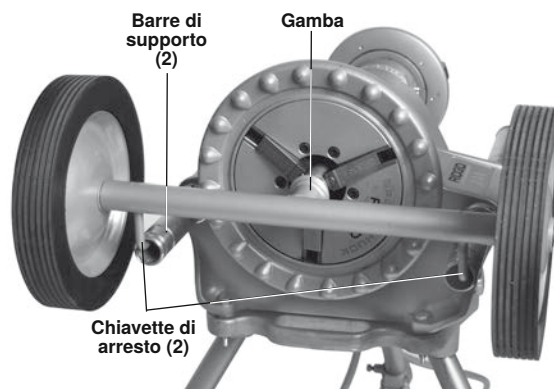

Figura 28 – Installazione del trasportatore n. 32
3. Inserire la gamba del Trasportatore n. 32 nel mandrino anteriore dell'Unità di potenza 300; le chiavette di arresto devono trovarsi alle estremità delle barre di supporto. Serrare correttamente il mandrino sulla gamba del trasportatore (*Figura 28*).